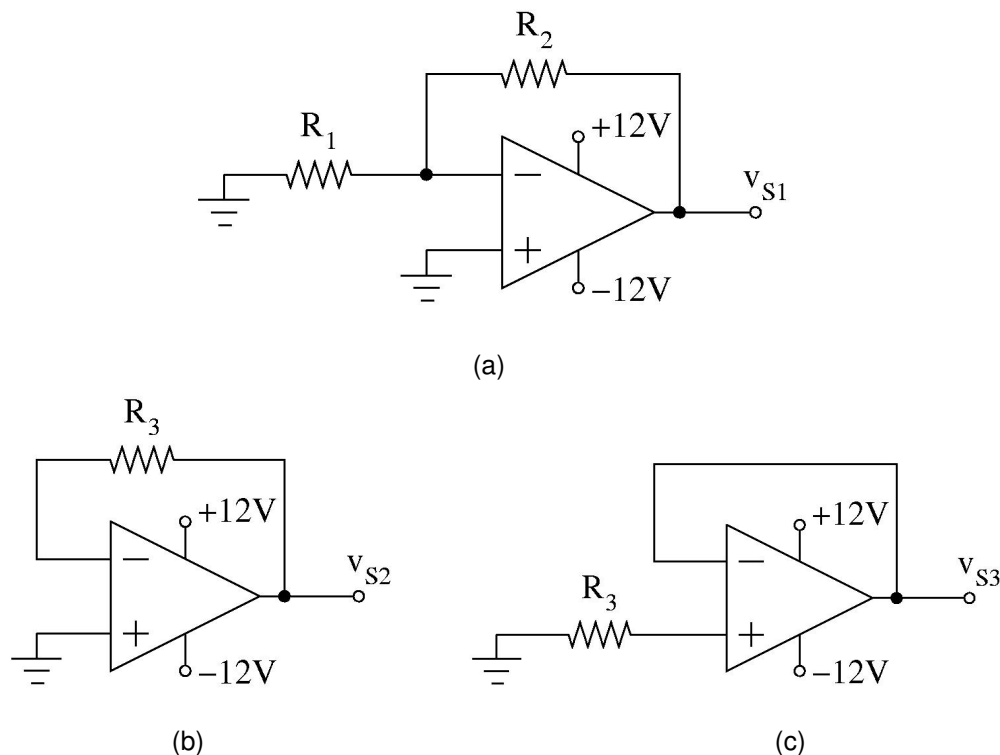

Figura 1. Circuitos de caracterização de imperfeições DC de amplificadores operacionais.
- Os circuitos da Figura 1 podem ser usados na estimação da tensão de deslocamento (V_{OS}), da corrente de polarização da entrada inversora (I_{B1}) e da corrente de polarização da entrada não-inversora (I_{B2}). Considerando essas imperfeições, explique como estes circuitos funcionam e como estimar as imperfeições DC a partir de medições v_{S1} , v_{S2} e v_{S3} .
Experiência 1. Usando os circuitos da Figura 1 com $R_1 = 1 \text{ k}\Omega$, $R_2 = 1 \text{ M}\Omega$ e $R_3 = 10 \text{ M}\Omega$, bem como as relações do quesito 1 da parte teórica, estime V_{OS} , I_{B1} e I_{B2} para o amplificador operacional LM741. Faça o mesmo com um amplificador operacional do TL074. Comente os resultados e as dificuldades encontradas. Qual amplificador possui menores imperfeições DC?